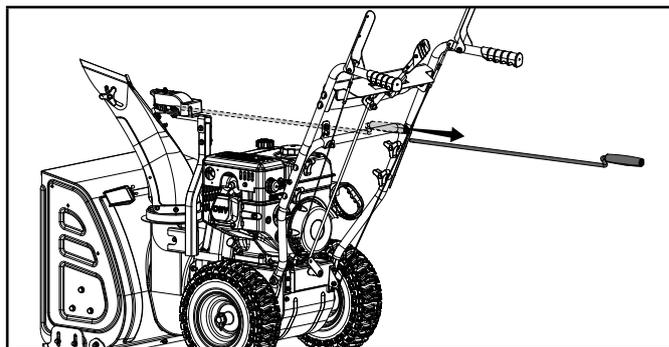

Figure 40
3. Retirez le levier du support de la goulotte de décharge. (figure 40)